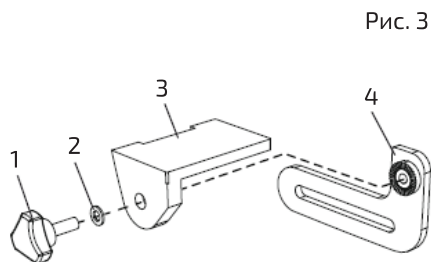

Рис. 3
1. Вставить круглую фиксирующую рукоятку (1) в плоскую шайбу (2). Установить правую опору под инструмент (3) на крепежный кронштейн правой опоры под инструмент (4) (рис. 3).